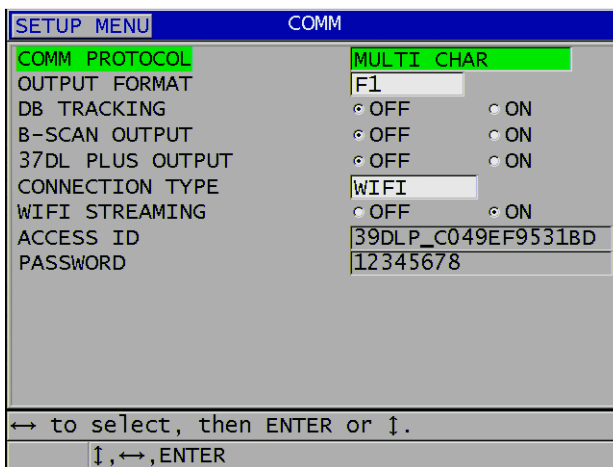

Figura 14-5 Configurar o Wi-Fi
4. Na tela **COMM** (COMUNICAÇÃO), defina o **CONNECTION TYPE** (TIPO DE CONEXÃO) como **WIFI** (WI-FI) (consulte Figura 14-5 na página 282).